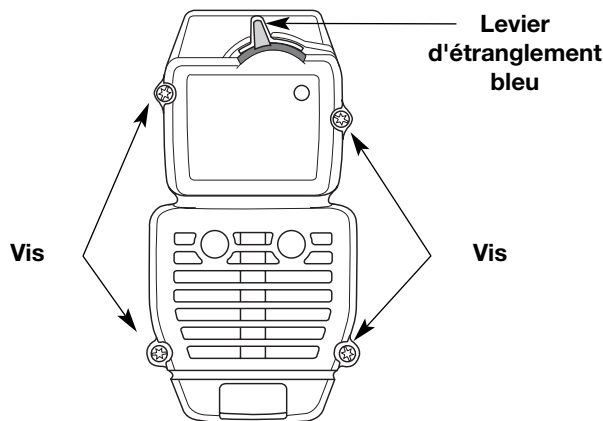

Fig. 24
2. Retirez les quatre (4) vis retenant le couvercle du filtre à air/silencieux (Fig. 24). Servez-vous d'un tournevis à lame plate ou à mèche no. 20 Torx.
2. Insérez les quatre (4) vis dans les trous du filtre à air/couvercle du silencieux (Fig. 24) et vissez sans trop serrer.